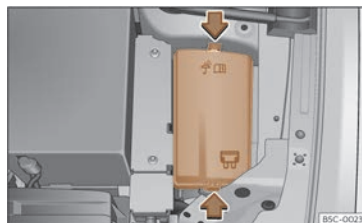

Fig. 53 Dans le compartiment moteur : couvercle de boîte à fusibles.
- Appuyez sur les languettes de verrouillage pour déverrouiller le cache de la boîte à fusibles »» fig. 53 .